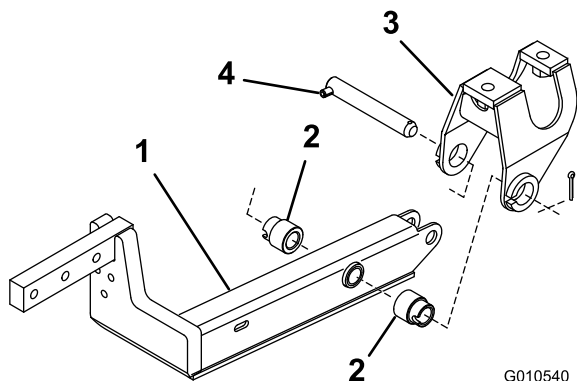

Bild 2
4. Befestigen Sie einen Hubarm mit zwei Distanzstücken, einem Lagerbolzen und einem Splint (5/32 x 1-3/4 Zoll) an der Schwenkhalterung. Montieren Sie den Hubarm so, dass die Biegung nach außen zeigt (Bild 2).